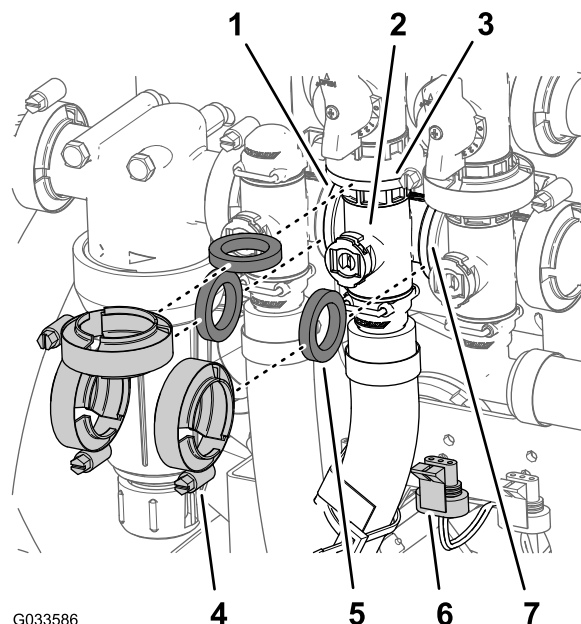

Figura 115
- Demontați 3 cleme cu guler și 3 garnituri care fixează colectorul pentru supapa de agitare (Figura 115) pe supapa de bypass de agitare, supapa de control al ratei și supapa braului principal.